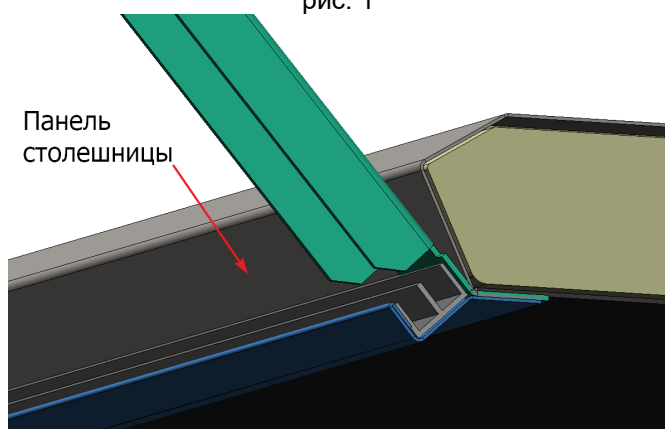

Рис. 3
3. Вставить нижнюю часть траверсы между панелью столешницы и профиль-направляющей нижней шторок, совместив крепёжные отверстия. Закрепить при помощи саморезов в обратной последовательности (рис. 3 и 4).